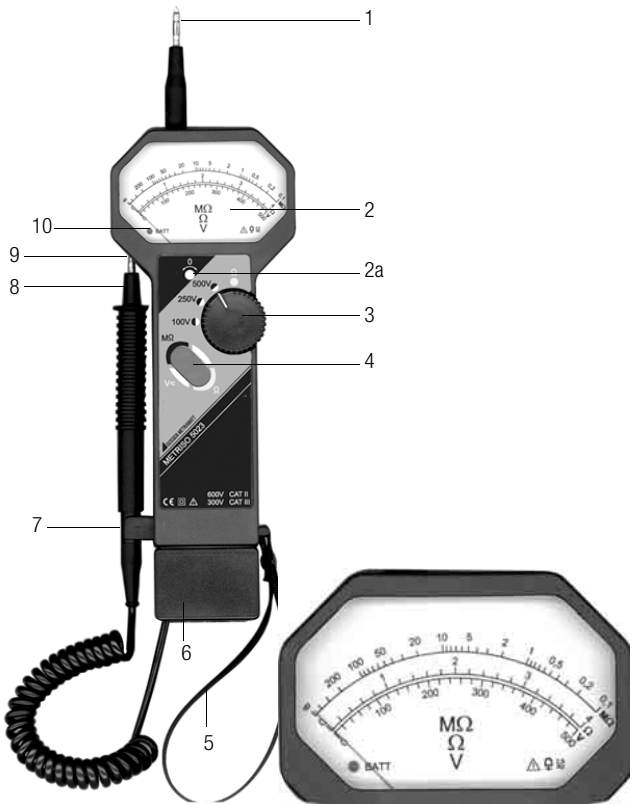

Bild 1 Bedienelemente
Das Gerät ist durch seine Konstruktion sowie durch seine Zweihandbedienung (Bild 1) für den täglichen, sicheren Gebrauch bestens geeignet. Mit der am Gerät befestigten Tragschleife kann es gegen Abrutschen gesichert werden.
- der Funktionswippschalter (4)
- der Drehschalter (3)
Die gemessenen Werte werden auf drei analogen Skalen angezeigt (2). Bild 1 zeigt die Skalen im Detail. Auf der obersten Skala wird der Isolationswiderstand, auf der mittleren der Niederohmwiderstand und auf der untersten die Spannung angezeigt. Der Betriebszustand des Gerätes und der Batteriezustand wird mit der zweifarbigen LED in der Skala angezeigt (Bild 1).